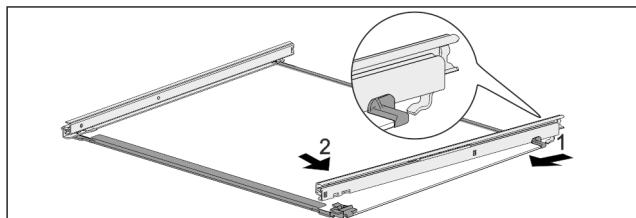

Fig. 41 Стеклянная пластина с направляющими
- Засеките направляющую сзади. Fig. 41 (1)
- Зашелкните направляющую спереди. Fig. 41 (2)